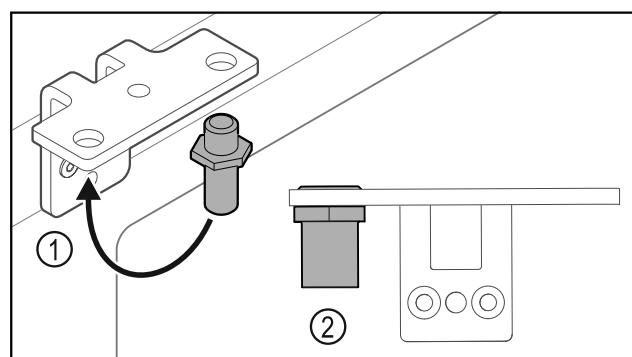

Fig. 33
► Mutați boltul Fig. 33 (1) în colțarul balamalei.
► Strângeți boltul Fig. 33 (2) cu **cuplul de 12 Nm**.